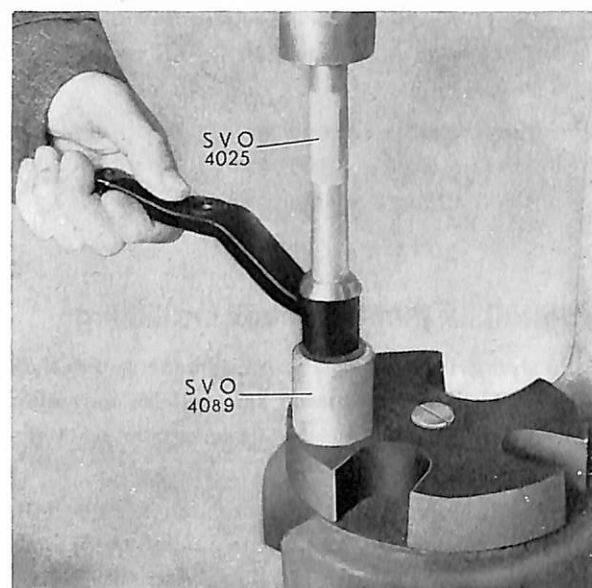

Bild 38. Demontering av bussningar i mellanarm, tid. utf.
3. Skruva ur smörjnippeln. Pressa ur de båda bussningarna med verktyg SVO 4025 och underläggsring SVO 4089 (bild 38).